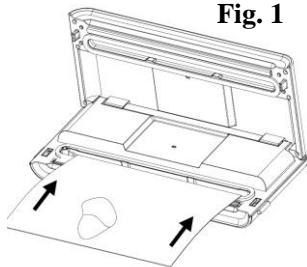

Fig. 1
2. Använd en sax för att klippa en påse från rullplasten till önskad längd – **Fig. 1.**
3. Förs in påsens öppning i vakuumkammaren. Se till att luftintaget inte täcks av påsen. – Fig. 1.